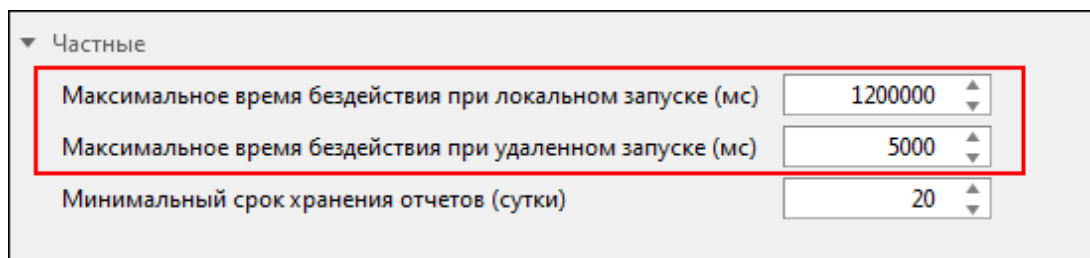

Рисунок 352 - Модуль обработки бланков переключений
- Нажмите на **Модуль обработки бланков переключений** и убедитесь, что в его частных настройках выставлены (Рисунок 352):